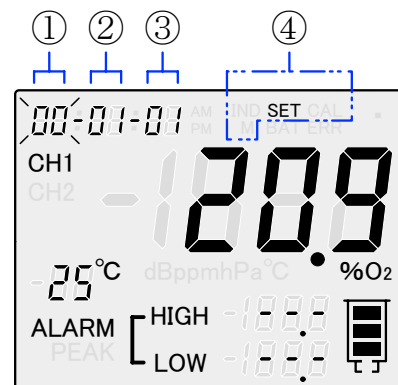

図 5-9 (1) 日付設定例
まず 日付を合わせます。図 5-9 (1) を参考に、次に示す操作部の各ボタンを順に「ピッ」と鳴るまで押してください。